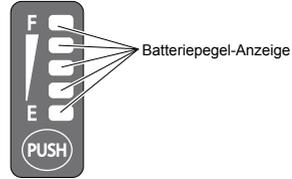

Abb. 3
- 3) Überprüfen Sie, ob die Batteriepegel-Anzeige und die Ladegerät-LED leuchten. (Abb. 3)